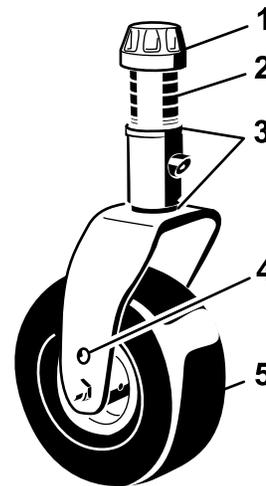
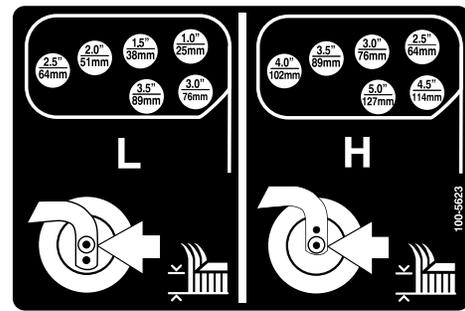
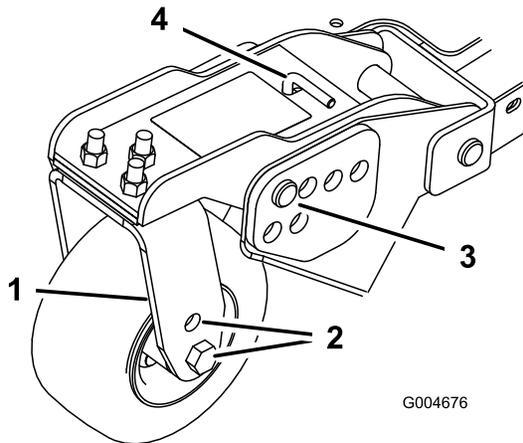

Figure 21
Figure 24
Figure 23
- Placez les essieux des roues pivotantes dans les mêmes trous sur toutes les fourches (Figure 21 et Figure 23). Pour choisir les trous corrects pour la hauteur de coupe requise, reportez-vous au tableau suivant.
- Enlevez le chapeau de tension de l'axe de pivot (Figure 21) et sortez l'axe du bras pivotant. Replacez les 2 cales (3 mm) sur l'axe de pivot comme à l'origine. Elles sont requises pour que les plateaux de coupe soient parfaitement de niveau sur toute la largeur. Placez le nombre requis d'entretoises de 13 mm sur l'axe de pivot pour obtenir la hauteur de coupe voulue, puis ajoutez la rondelle.
4. Enlevez la goupille fendue et les axes de chape des bras pivotant (Figure 23).
5. Tournez la tige de tension pour élever ou abaisser le bras de pivot jusqu'à ce que les trous soient en face de ceux du support de hauteur de coupe sélectionnés dans le bâti du plateau de coupe (Figure 23 et Figure 24).